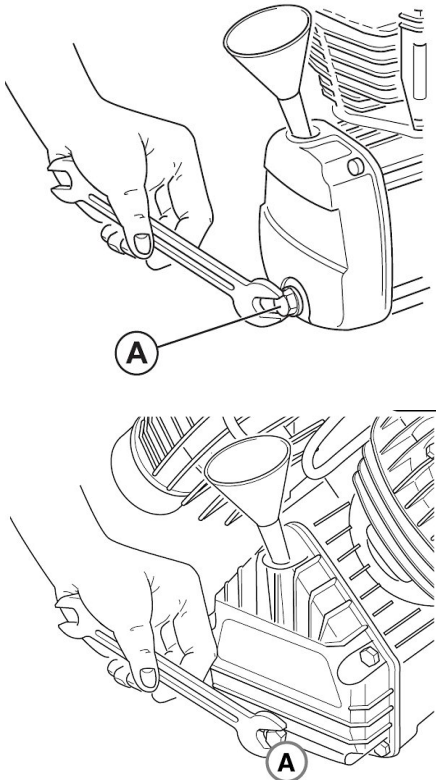

Fig. 11: Schimbarea uleiului
- Scoateți șurubul orificiului de umplere cu ulei, respectiv joa de ulei, desfaceți șurubul pentru evacuarea uleiului (poz. A, Fig. 11) și colectați uleiul uzat într-un recipient corespunzător.